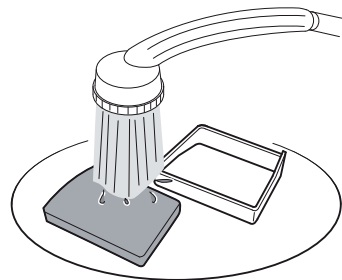

Abb. 29
6. Spülen Sie die beiden Teile von Hand mit klarem, kaltem Wasser gründlich aus (Abb. 29).